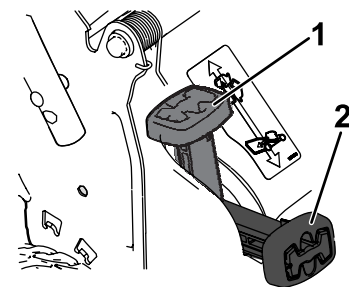

Figura 15
- **Para ensacar los recortes de hierba y hojas**, presione el botón de la palanca de ensacado a demanda y mueva la palanca hacia delante hasta que salte el botón de la palanca (Figura 15).
Nota: Si la bolsa de recogida está instalada en la máquina, retírela antes de proceder a la descarga lateral de los recortes; consulte Retirada de la bolsa de recogida \(página 15\). La palanca de ensacado a demanda debe estar en la posición de ENSACADO, como se muestra en la Figura 15.